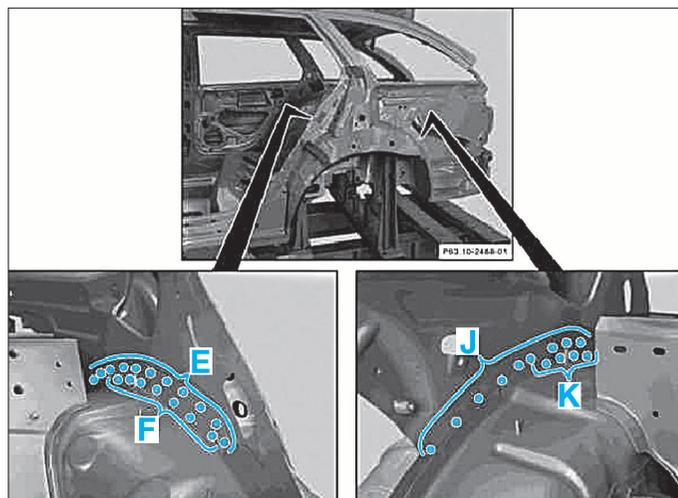

FIG. 107
- zones (C) et (D).
- zones (E), (F), (J) et (K) (Fig.107).